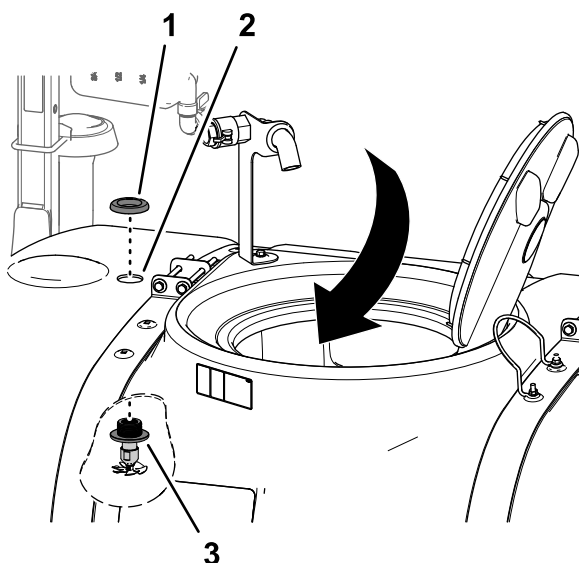

Рисунок 22
- На переднем отверстии диаметром 4,5 см в баке опрыскивателя повторите действия, описанные в пунктах с 1 по 2, для другого промывочного сопла в сборе (Рисунок 22).